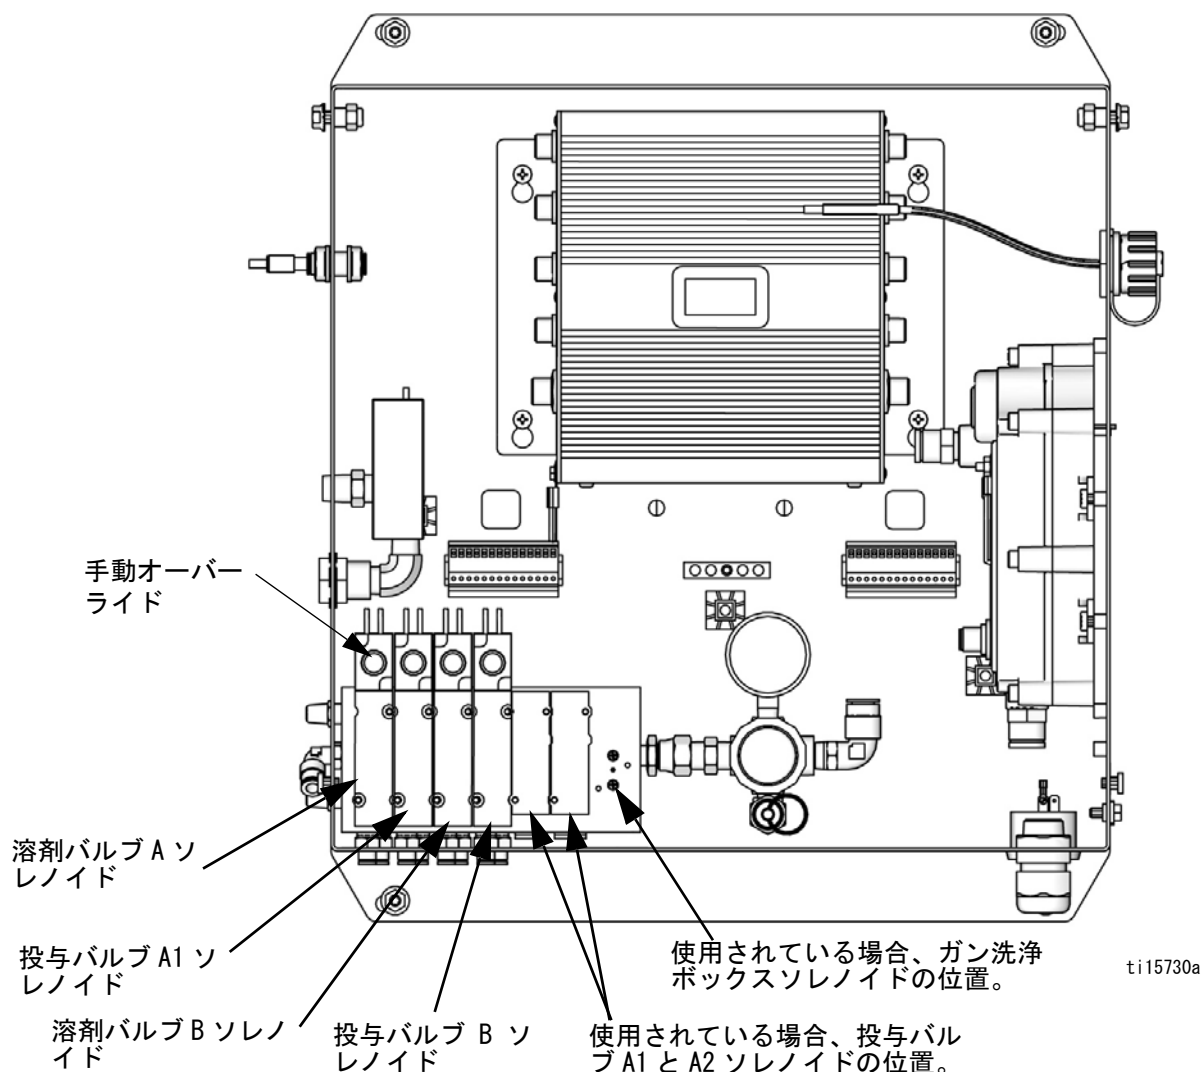

図 22. コントロールボックスのソレノイドバルブ
4. ガンの引き金を引いた状態で、A1（A2、A3）と B 投与バルブソレノイドの手动オーバーライドボタンを押して、圧力を開放します。図 22 を参照してください。
7. ガンの引き金を引いた状態で、A と B 溶剤バルブソレノイドの手动オーバーライドボタンを押して、溶剤の圧力を開放します。図 22 を参照してください。溶剤の圧力が 0 に下げられていることを確認してください。